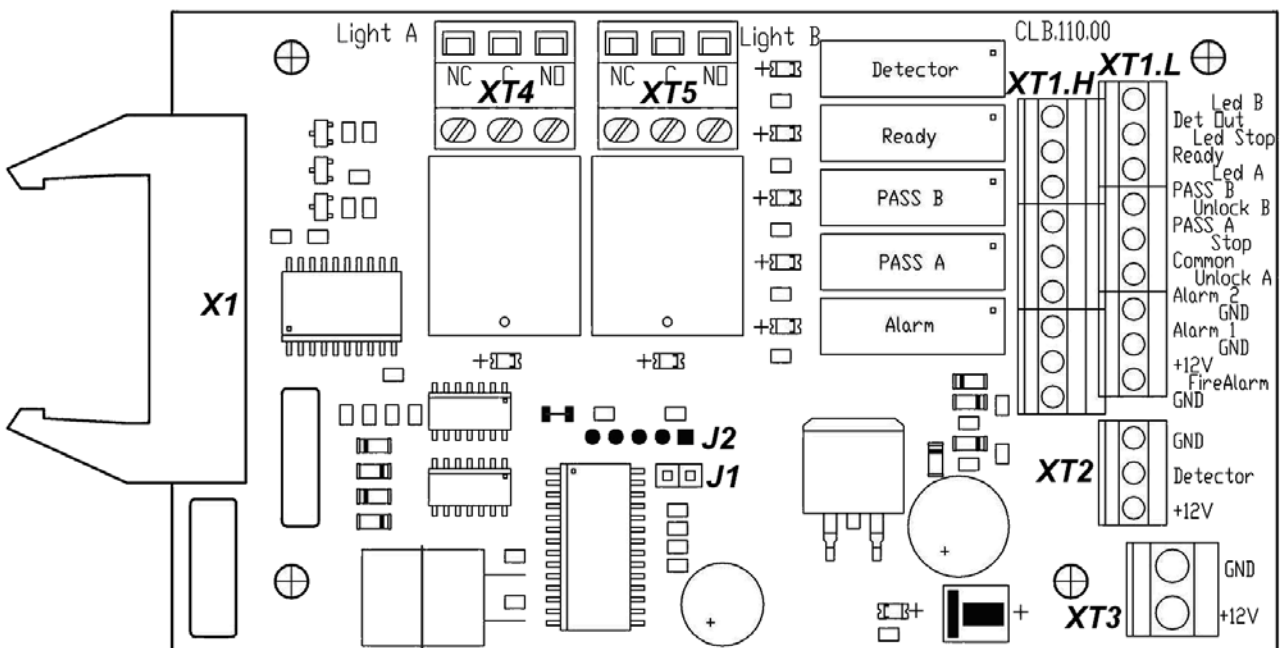
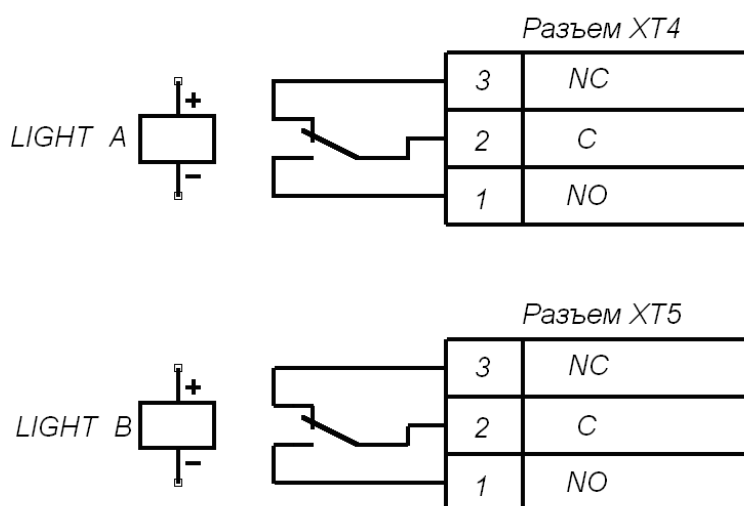

Рисунок 5. Внешний вид платы CLB
Рисунок 9. Выходные каскады для Light A и Light B
ПДУ подключается к плате CLB гибким многожильным кабелем (11) через клеммную колодку **XT1.L** (см. рис. 5 и 12).
Изменить ориентацию ПДУ относительно установки турникета (если по месту установки турникет обращен к оператору не лицевой, а тыльной стороной) можно, поменяв местами провода от ПДУ, подключаемые на контакты *Unlock A* и *Unlock B*, а также *Led A* и *Led B* соответственно (см. рис. 5 и 12).
На плате CLB (см. рис. 5) расположены:
Подключение указанных устройств производится с помощью кабеля (11) к соответствующим клеммным колодкам **ХТ1.Л** и **ХТ1.Н** платы CLB в соответствии со схемой электрических соединений (см. рис. 5 и 12).
Обозначения установленных на плате CLB клеммных колодок и назначение их контактов показаны на рис. 5.
Факт срабатывания / отпускания реле **PASS A**, **PASS B**, **Ready**, **Detector** и **Alarm** можно определить по загоранию/гашению красных индикаторов, которые установлены вблизи указанных реле (см. рис. 5).
Режим управления определяется наличием переключки на разъеме **J1** (расположение разъема **J1** показано на рис. 5: переключка установлена – импульсный режим управления, переключка снята – потенциальный режим управления). При поставке переключка установлена.
Подключение ДКЗП производится к клеммной колодке **ХТ2**, а сирены – к клеммной колодке **ХТ1.Н** платы CLB согласно схеме электрических соединений (рис. 5 и 12). ДКЗП должен иметь нормально-замкнутые контакты.
На контакты *Det Out* и *Common* клеммной колодки **ХТ1.Н** платы CLB (рис. 5) всегда транслируется сигнал о текущем состоянии ДКЗП.
Подключение устройства, подающего команду аварийной разблокировки, производится к клеммной колодке **XT1.L** платы CLB согласно схеме электрических соединений (см. рис. 5 и 12). Если вход *Fire Alarm* не используется, то необходимо установить перемычку между контактами *Fire Alarm* и *GND*. При поставке данная перемычка установлена.
Выносные индикаторы подключаются на клеммные колодки **XT4 (Light A)** и **XT5 (Light B)**. При этом реле **Light A (Light B)** активизировано (на его обмотку подано напряжение), когда горит соответствующая данному направлению прохода зеленая стрелка на блоке индикации, и нормализовано (на его обмотку напряжение не подано), когда соответствующая данному направлению прохода зеленая стрелка на блоке индикации не горит. Факт срабатывания / отпускания реле **Light A** и **Light B** можно определить по загоранию / гашению красных индикаторов, которые установлены вблизи указанных реле (см. рис. 5). Выходные каскады для сигналов *Light A* и *Light B* – перекидные контакты реле (см. рис. 9) со следующими характеристиками сигналов: